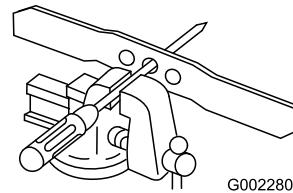

Figure 33
1. Vérifiez l'équilibre de la lame en enfilant le trou central sur un clou ou la tige d'un tournevis serré horizontalement dans un étai (Figure 33).